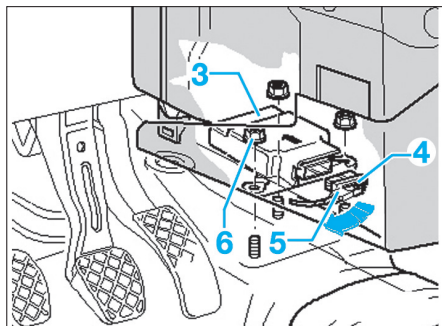

Fig. 8
- Retirer le guidage (1).
- Faire basculer l'étrier (4) dans le sens de la flèche et débrancher le connecteur (5) de l'appareil de commande (3) (Fig.8).